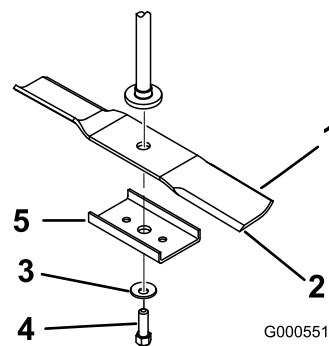

Figura 56
Tenete l'estremità della lama con un cencio o un guanto bene imbottito. Togliete il bullone, la rondella curva, il rinforzo della lama e quest'ultima dall'asse del fusello (Figura 56).
1. Montate la lama sull'asse del fusello (Figura 56).
- Montate il rinforzo della lama, la rondella curva (lato concavo verso la lama) ed il bullone della lama (Figura 56).